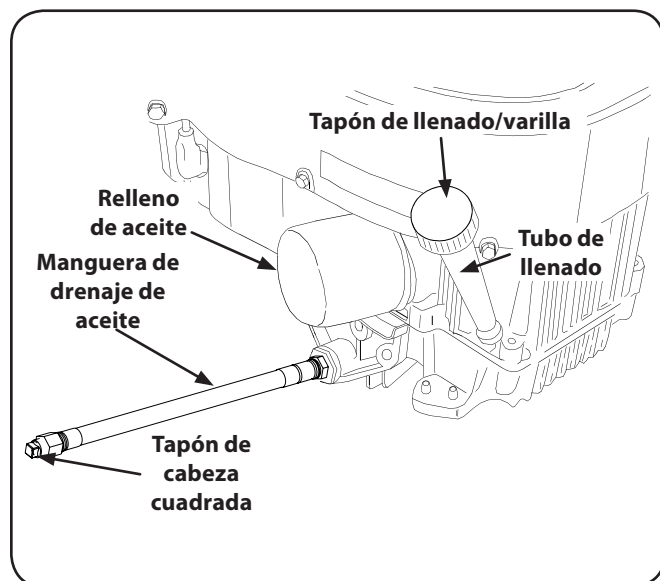

Figura 6-1
2. Localice la válvula de drenaje de aceite en el lado derecho del motor. Vea la Figura 6-1.
4. Mientras sujeta el extremo libre de la manguera de drenaje de aceite en el depósito de recogida de aceite, desenrosca el tapón de la manguera de cabeza cuadrada en el extremo de la manguera. Vea la Figura 6-1. Escorrir el aceite de motor en el contenedor de recogida.